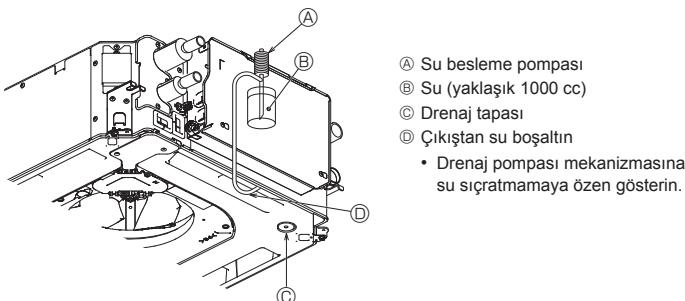

Fig. 7-10
- ③'den ⑧'ye kadar olan işlemleri uzaktan kumandayı iç ünitenin alıcısına doğru yöneterek yapın.
7.4. Drenajın kontrolü (Fig. 7-10)